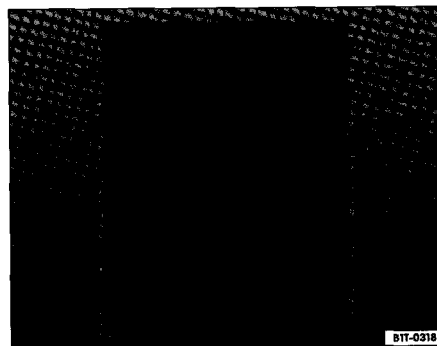

Fig. 130 Afficheur du combiné d'instruments : reperage d'une place de stationnement adequate.
- à une distance de 0,5 m à 1,5 m de la file de stationnement fig. 130.
Si vous actionnez la touche fig. 129 lorsque vous roulez à une vitesse comprise entre 30 km/h et 45 km/h environ, l'affichage fig. 130 apparaît automatiquement sur l'afficheur ⁸⁷⁾ du combiné d'instruments dès que vous roulez à une vitesse inférieure à 30 km/h.